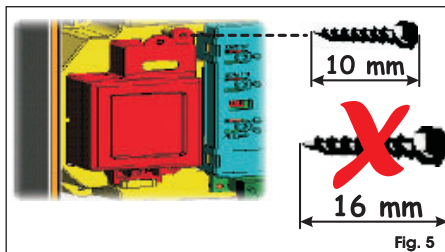

Fig. 5
2. Introduire la batterie dans le logement qu'on vient de créer et la fixer aux supports spécifiques d'ancrage (Fig. 5).